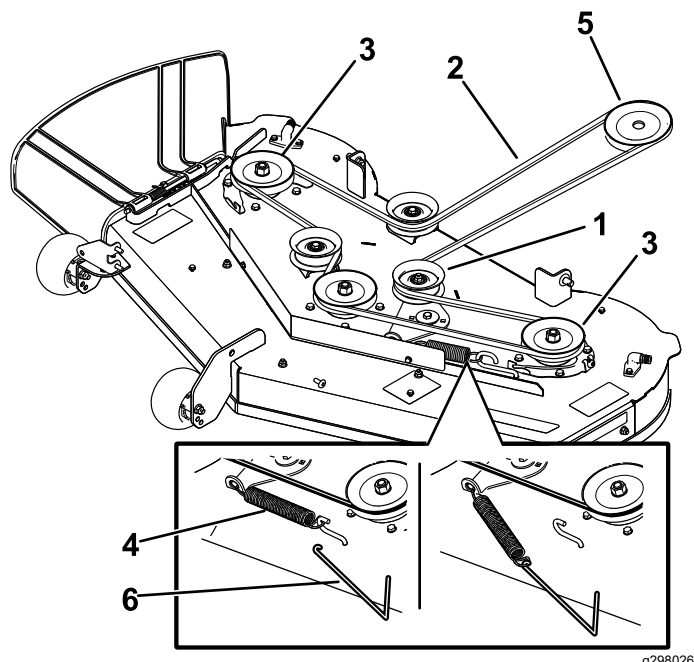

Figure 51
5. À l'aide d'un outil de dépose de ressort (réf. Toro 92-5771), décrochez le ressort du crochet sur le tablier pour détendre la poulie de tension et déchaussez la courroie des poulies (Figure 51).
6. Acheminez la courroie neuve autour de la poulie du moteur et des poulies du tablier de coupe (Figure 51).
7. À l'aide d'un outil de dépose de ressort (réf. Toro 92-5771), accrochez le ressort au crochet situé sur le tablier, afin d'exercer une tension sur la poulie de tension et la courroie du tablier de coupe (Figure 51).